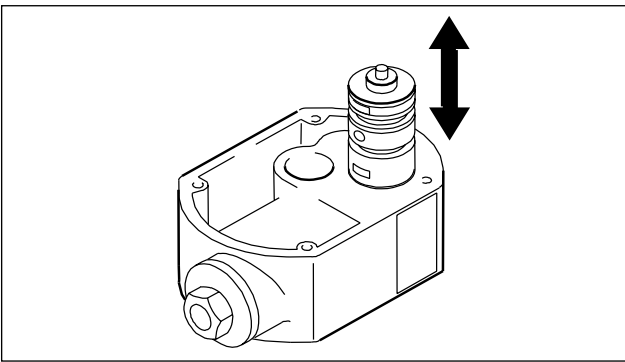

Abb. 16: Montage Innenliegendes Steuerventil
- Das Luftsteuerventil wird als komplette Einheit ausgetauscht (Abb. 16).